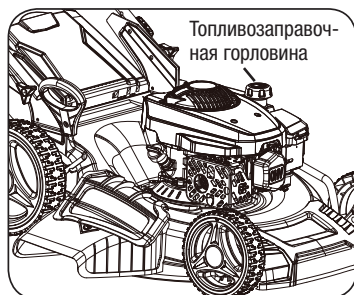

Рис. 20
**ЗАПРАВКА МОТОРНЫМ ТОПЛИВОМ (Рис. 20).****⚠ ВНИМАНИЕ**